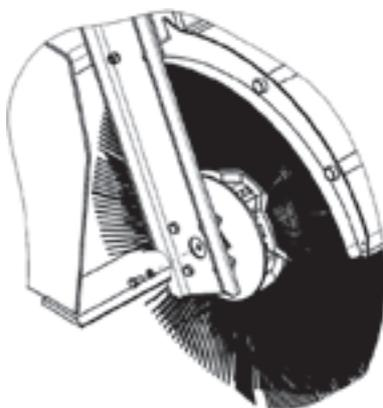

Рисунок 8 - Расположение болта крепления подметающего катка
1. Отверните болт крепления подметающего катка к опоре корпуса щетки со стороны шарнирной опоры (Рис. 8).